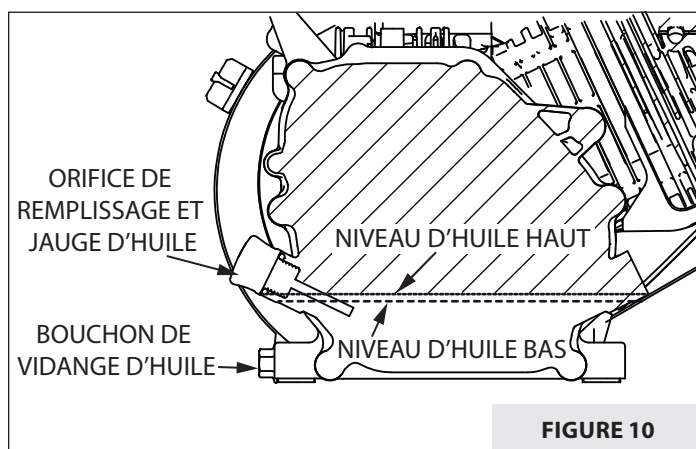

FIGURE 10
2. Dévisser le bouchon de vidange d'huile et vidanger l'huile dans un récipient approprié. Éliminer l'huile comme il se doit. **VOIR FIGURE 10.**
- Remonter le bouchon de vidange. Retirer la jauge d'huile (le cas échéant) ou le bouchon de remplissage d'huile. **VOIR FIGURE 10.**
- Remplir avec une huile qui convient jusqu'au repère supérieur ou FULL de la jauge d'huile, sinon jusqu'en haut du filetage de l'orifice de remplissage d'huile. **VOIR FIGURE 10.**